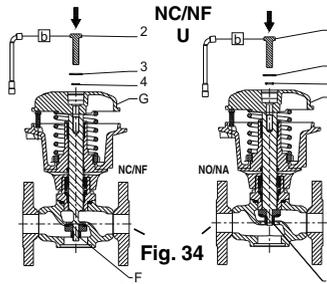

Fig. 34
- Caution: spring under load.** Replace and insert the seal (4) and the washer (3) and tighten the nut (2) to torque **[b]** while firmly holding the piston (G) with the valve assembly and disc nut (F) (Fig. 34).
- Attention ressort en charge.** Remplacer le joint (4), la rondelle (3) et visser l'écrou (2) au couple **[b]** en maintenant fermement le piston (G) avec l'ensemble de la vanne et l'écrou de clapet (F) (Fig. 34).
- Achtung: Feder unter Spannung.** Legen Sie die neue Dichtung (4) und den neuen O-Ring (3) ein und ziehen Sie die Mutter (2) mit dem Moment \square fest, wobei der Kolben (G) und die Einheit aus Ventil und Mutter am Ventilteller (F) festgehalten werden muss (Abb. 34).
- Atención resorte bajo carga.** Reemplazar la junta (4), la arandela (3) y atornillar la tuerca (2) al par \square sujetando firmemente el pistón (G) con el conjunto de la válvula y la tuerca de clapet (F) (Fig. 34).